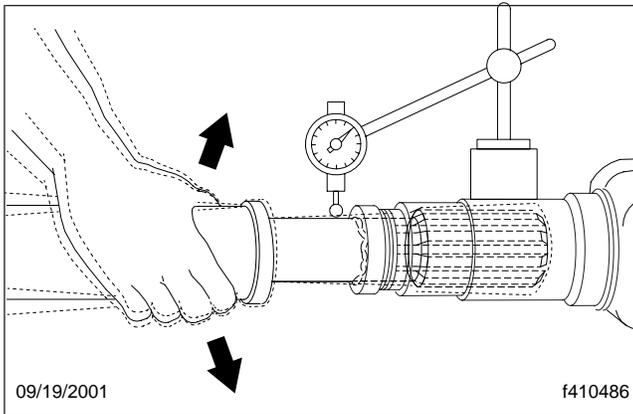

Fig. 3, Examinez la cannelure du joint coulissant
3. Examinez la cannelure du joint coulissant pour voir s'il n'y a pas un mouvement radial excessif. Voir la **figure 3**. S'il existe un relâchement radial excessif entre le joint coulissant et le tube de protection d'arbre, remplacez tous les deux composants. Pour les instructions, reportez-vous au **groupe 41** du manuel d'atelier du véhicule.